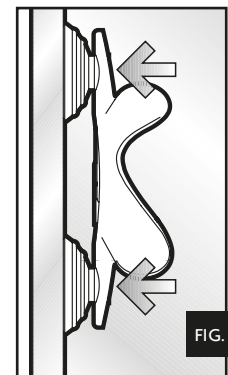

FIG. 3
- Clean the glass surface from algae etc. and press the suction cups firmly against the glass wall of the aquarium (fig. 3). Allow the heater to acclimatise to the temperature of your aquarium for about 30 minutes before plugging it in.
- Enlever les algues de l'endroit choisi et y fixer le chauffe-eau. Presser fermement les ventouses contre le verre pour les faire adhérer à la paroi de l'aquarium (fig. 3). Attendre 30 minutes avant de brancher la prise pour permettre au chauffe-eau de s'acclimater à la température de l'aquarium.
- 2- verwijder alg, aanslag en andere vervuiling van het glas en duw de houder met zuignappen stevig tegen het ruit aan (afb. 3) Plaats de verwarmingsstaaf in de houder, let erop dat ie diep genoeg onder water is, wacht met het aanzetten ongeveer 30 minuten daarmee zich het thermostaat kan aanpassen aan de water temperatuur.
- 2- Quite las algas del lugar elegido y fije ahí el termocalentador. Apriete firmemente las ventosas contra el cristal para que se adhieran a la pared del acuario (fig. 3) Espere 30 minutos antes de conectar el enchufe para que el termocalentador se adapte a la temperatura del acuario.